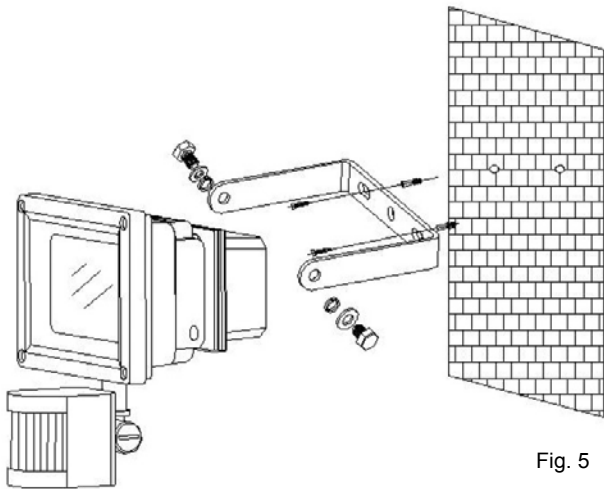

Fig. 5
(3) Podłącz przewody zasilające.
(4) Przymocuj reflektor do uchwyty i upewnij się, że całość trzyma się stabilnie (patrz rys. 5).